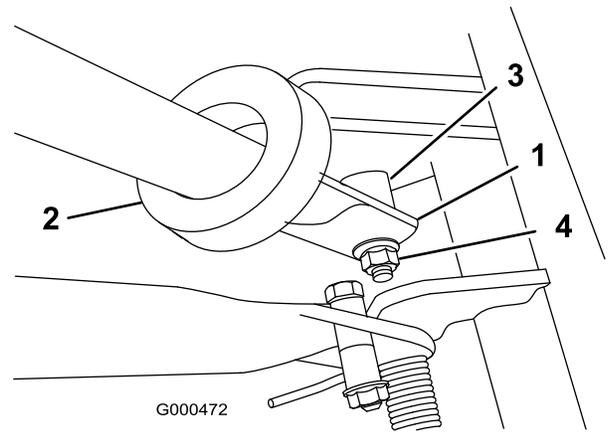

Bild 9
3. Drücken Sie die Griffenden nach innen und bauen Sie sie an der Stufe des Schwenkstifts ein (Bild 9).
4. Befestigen Sie den Griff mit der Sicherungsbundmutter und dem Schwenkstift an der Schraube (Bild 9).
2. Schieben Sie die Griffenden durch die Schlitz in den Griffstützarmen (Bild 9).